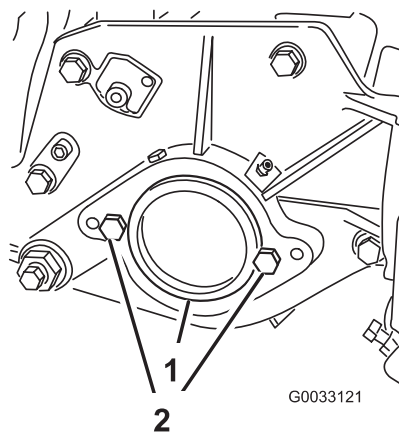

Figure 6
2. A l'extrémité droite du plateau de coupe, retirez l'obturateur en plastique du logement de roulements (Fig. 6).
3. Retirez les 2 vis de la plaque latérale droite (Fig. 6).
1. Obturateur en plastique 2. Vis (2)
5. Placez les 2 vis de fixation du moteur de cylindre sur la plaque latérale gauche du plateau de coupe sans les serrer (Fig. 6).